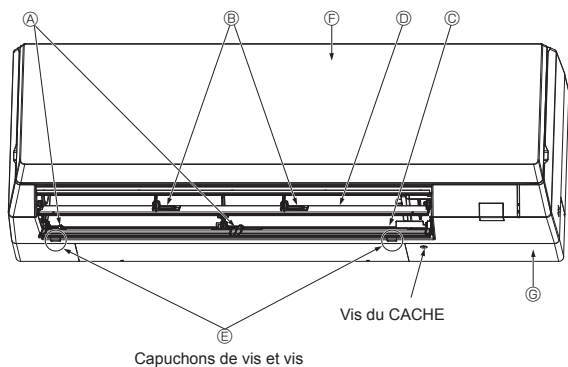

Fig. 6-5
- (1) Insérer le tournevis dans l'orifice au niveau de l'axe d'AILETTE INFÉRIEURE ④ et glisser l'axe d'AILETTE INFÉRIEURE ④ (2 positions chacun). Pousser l'axe d'AILETTE SUPÉRIEURE ⑤ à l'aide du tournevis. (Fig. 6-5, 6-6)
- (2) Tirer l'AILETTE INFÉRIEURE ④ et l'AILETTE SUPÉRIEURE ⑤ hors de l'appareil.
- (3) Retirer les 2 capuchons de vis ⑥ du panneau frontal ⑦. Retirer les 2 vis. (Fig. 6-5)
- (4) Maintenir la partie inférieure des deux extrémités du panneau avant ⑦ et la tirer légèrement vers soi, puis déposer le panneau frontal ⑦ en le poussant vers le haut.
- (5) Retirer la vis du CACHE ⑧. (Fig. 6-5)